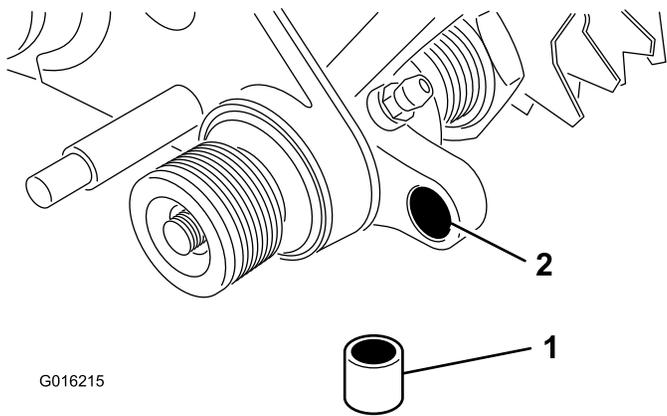

Figure 11
26. Insérez une douille dans le trou de l'entraînement du groomer (Figure 11).